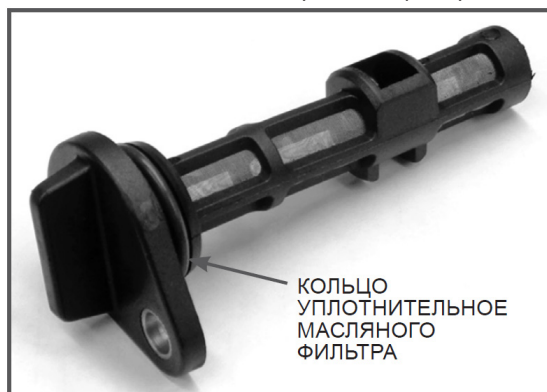

Рис. 9 Масляный фильтр
9. Внимательно осмотрите масляный фильтр (Рис. 9). Обязательно проверьте фильтрующую сетку фильтра на наличие механических повреждений (сетка порвана, имеются отверстия). При наличии повреждений и невозможности очистить сильные загрязнения фильтр необходимо заменить.
При каждой очистке масляного фильтра обязательно меняйте уплотнительное кольцо масляного фильтра (Рис. 9). При установке кольца на корпус фильтра не допускайте его повреждений. После установки уплотнительного кольца на корпус масляного фильтра контролируйте правильность установки кольца, оно не должно быть перекручено.